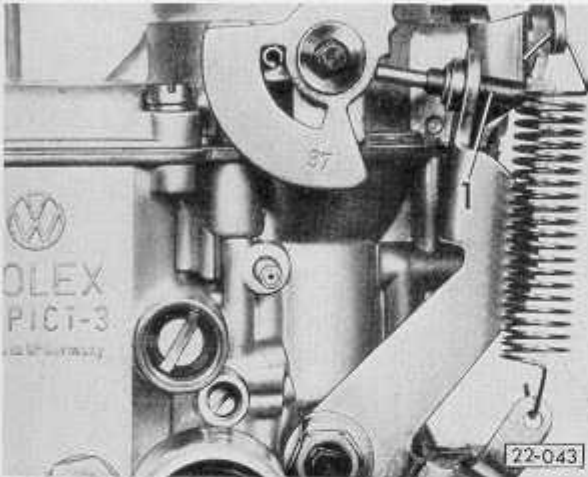

Abb. 3 Grundeinstellung der Drosselklappe
Drehzahl nicht an der Begrenzungsschraube (1) einstellen (Einstellung siehe Abb. 3).